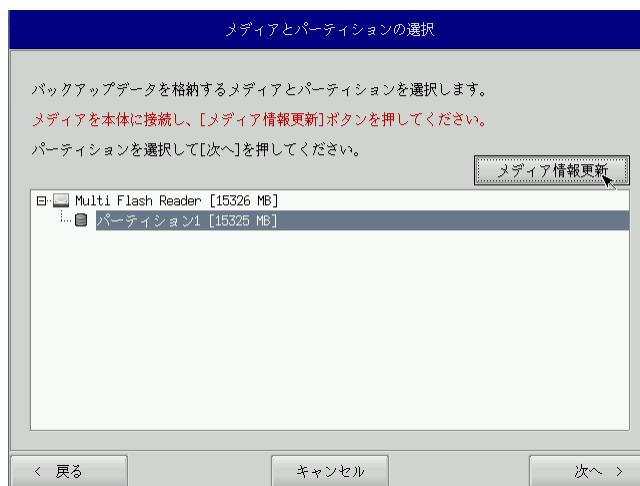

図6-4-1. メディアとパーティション選択画面
- ⑤ メディアとパーティション選択画面（図6-4-1）が表示されます。本体にメディアを接続し、[メディア情報更新]ボタンを押してください。バックアップファイルを保存するメディアのパーティションを選択し、[次へ]ボタンを押します。